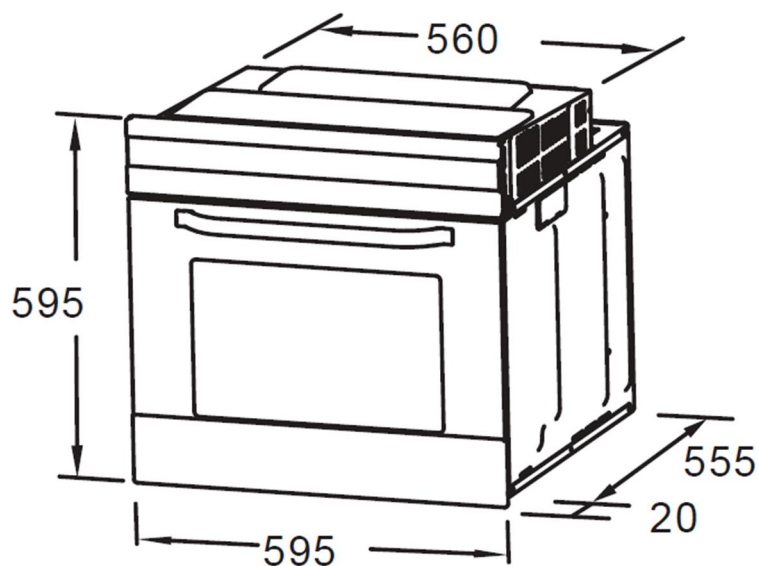
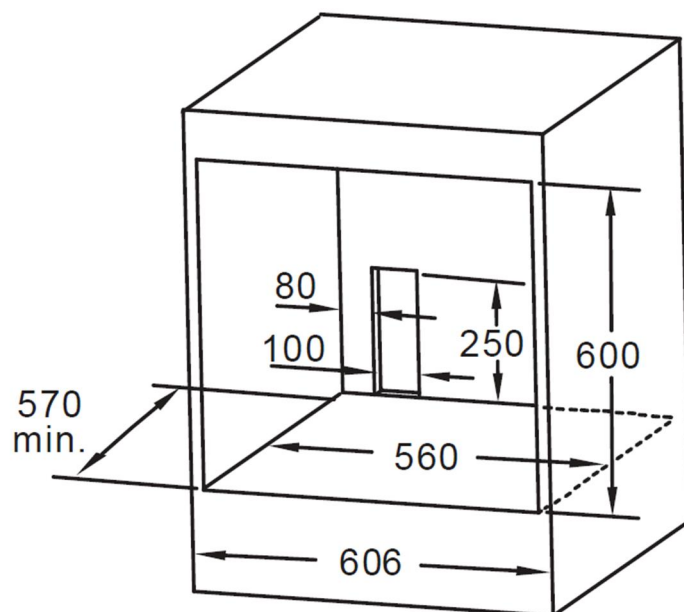

Рис.1
Рис.2
- Для нормальной работы встроенного духового шкафа размеры ниши или кухонной тумбы, куда он будет монтироваться, а также выбор материала, который должен быть устойчив против высоких температур, должны быть верными. Пожалуйста, производите установку согласно размерам, указанным на **рис. 1** и **рис. 2**.